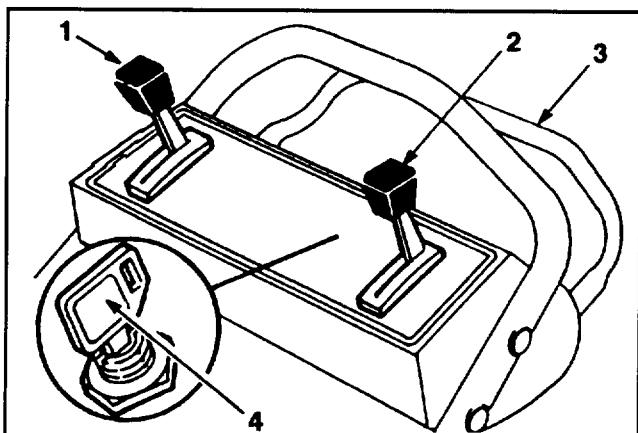
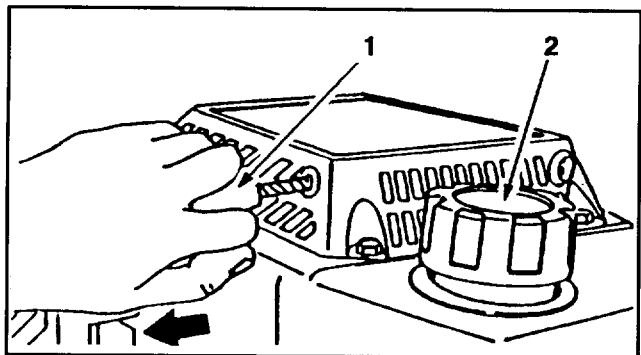

Abbildung 9
Abbildung 10
1. Rund um den Kraftstofftankverschluß reinigen und die Kappe vom Tank entfernen (Abb. 10). Bei bleifreiem Benzin den Kraftstofftank bis 6-13 mm unter den Einfüllstutzen füllen.
STEURVORRICHTUNG—Startschlüssel (Elektrostart-Modell), Gashebel, Geschwindigkeitshebel und Antriebshebel befinden sich am oberen Griff (Abb. 9). Seilstarter befindet sich am Motoroberteil (Abb. 10).
2. Geschwindigkeitskontrolle auf "N" stellen (Abb. 9).
3. STARTEN MIT E-START – Den Gashebel auf CHOKE stellen (Abb. 9). Den Schlüssel auf START drehen (Abb. 9) und loslassen sobald der Motor läuft. Den Gashebel auf SCHNELL stellen oder die gewünschte Geschwindigkeit einstellen. Ist die Batterie entladen, kann der Motor mit dem Seilstarter gestartet werden (Abb. 10).
6. STOPPEN (Abb. 9) – Zum Stoppen des Fahrbetriebs den Antriebshebel loslassen. Bei Selbstantriebsmodellen den Geschwindigkeitshebel auf "N" stellen. Zum Stoppen des Motors den Gashebel auf OFF (AUS) stellen. Schlüssel aus dem Schalter entfernen (Startschlüssel-Modell) bzw. Draht von Zündkerze ziehen, wenn der Mäher unbeaufsichtigt oder nicht in Gebrauch ist.